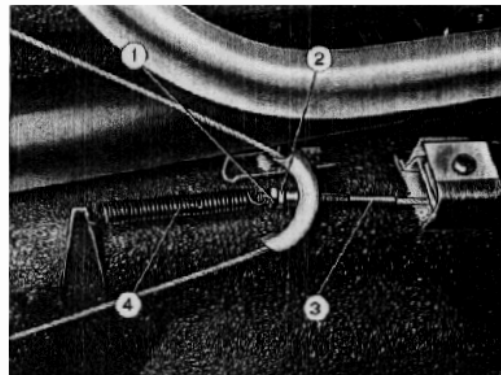

Fig 8. Tendeur de frein à main.
- desserrer le contre-écrou (1,fig.8) de fixation du tendeur et agir sur l'écrou (2) de réglage de façon telle que le câble est tendu correctement si la voiture est bloquée par un déplacement de trois détentés du levier de commande.